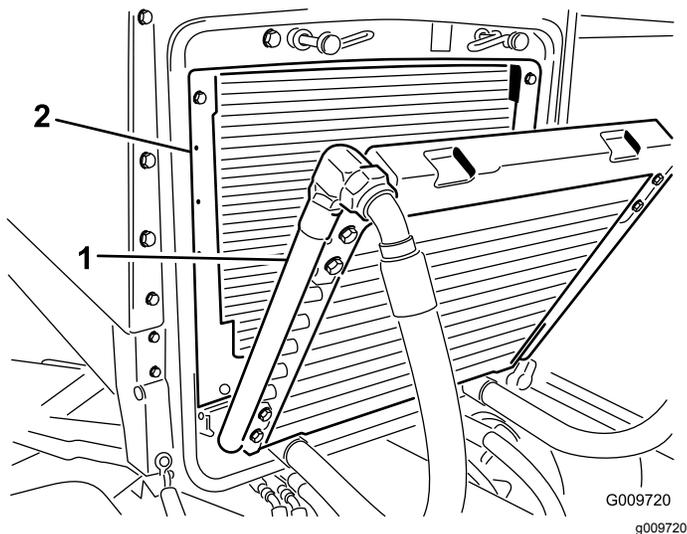

図 53
3. クーラを後ろに傾ける。オイルクーラとラジエターの裏表を 図 53 圧縮空気で丁寧に清掃する。機体の前側からエアを吹きつけて後ろ側にゴミを吹き飛ばします。その後、今度は後ろ側から前側に向かって吹きつけて清掃します。この作業を数回繰り返してごみやほこりを十分に落としてください。